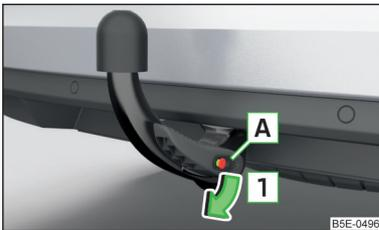

Abb. 278
- Die Kappe **A** vom Schloss in Pfeilrichtung **1** » Abb. 278 abnehmen.